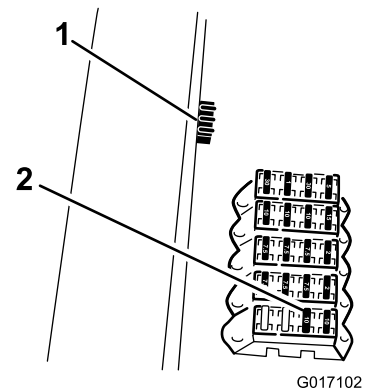

Figure 2
6. Acheminez la partie du faisceau munie de la cosse en anneau et le connecteur du porte-fusibles le long du faisceau de câblage existant jusqu'au porte-fusibles et au bloc de mise à la masse (Figure 2).